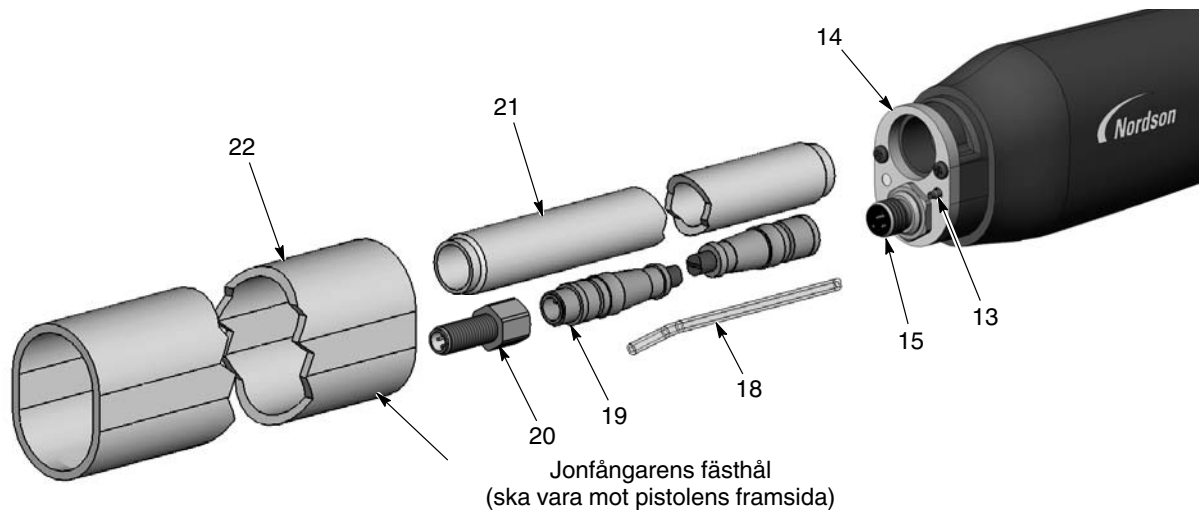
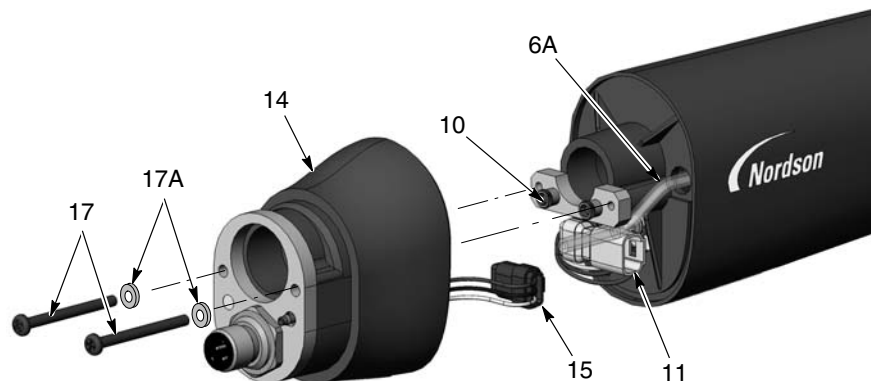
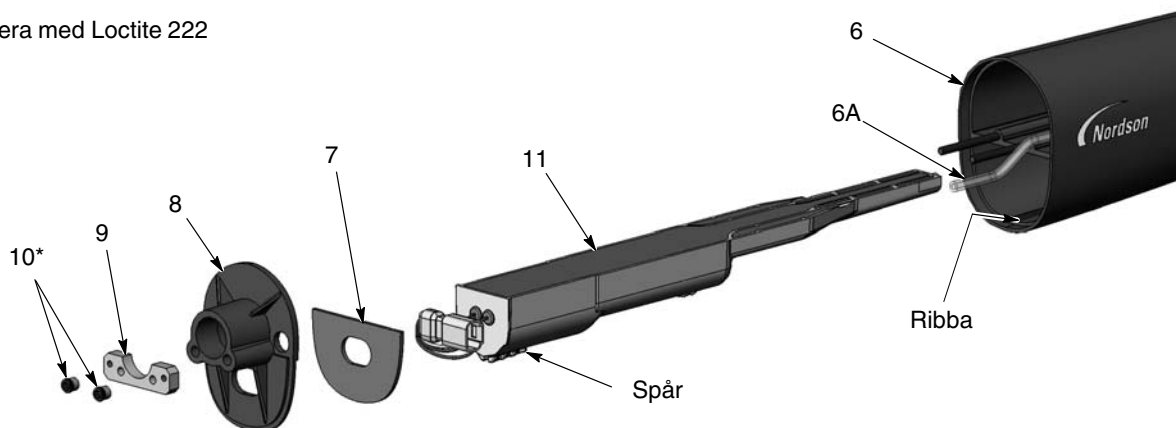

Bild 7-8 Demontering av rörmonterad pistol 2 av 5
Bild 7-9 Demontering av rörmonterad pistol 3 av 5
Bild 7-10 Demontering av rörmonterad pistol 4 av 5
7. Se bild 7-8. Dra av montereröret (22) från pistolkroppens bakre del (14) och över klämröret (21).
9. Koppla loss förlängningskabeln (19) från kontakthållaren (15).
10. Koppla loss den transparenta 4 mm luftslangen (18) från den hullingförsedda kopplingen (13).
11. Om man byter ut förlängningskabeln, tag av kabelkontakten (20). Om inte, kan man låta dem vara anslutna.
12. Se bild 7-9. Ta av de två insexskruvarna (17) och låsbrickorna (17A) från pistolkroppens bakre del (14).
13. Dra försiktigt bort den bakre delen av pistolkroppen tillräckligt långt från mellanväggen (8) för att kunna koppla loss spänningsaggregatets kontaktdel (11) från kabelkontakten (15) och filterdelslangen (6A) från den hullingsförsedda kopplingen inne i den bakre delen av pistolkroppen.
14. Se bild 7-10. Med en $\frac{1}{8}$ -tums insexnyckel lossar man de två insexmuttrarna (10) och fästplattan (9) från mellanväggen (8). Ta därefter av mellanväggen från pistolkroppen (6) genom att dra spänningsaggregatets kontaktdel genom väggen.
1. Se bild 7-10. Sätt i spänningsaggregatet (11) i pistolkroppen (6) och kontrollera att pistolkroppens ribba passar in i spåret i spänningsaggregatet. Tryck in spänningsaggregatet ordentligt i pistolkroppen.
2. Drag spänningsaggregatets kontaktdel genom mellanväggen (8), sätt därefter mellanväggen på plats och skruva fast fästplattan på pistolkroppens klackar. Applicera Loctite 222 gänglåsningemedel på insexmuttrarna (10) och skruva på dem på klackarna. Dra åt muttrarna med momentet 0,45 N•m (64 inch-ounces) med en 1/8-tums insexnyckel.
3. Se bild 7-9. Anslut kontaktdelen (15) till spänningsaggregatets kontaktdel (11). Pressa in kontaktdelarna (11, 15) i pistolkroppens bakre del i det läge som visas.
4. Anslut filterdelsröret (6A) till den hullingförsedda anslutningen på den bakre delen av pistolkroppens insida. Dra in extra transparent luftslang i pistolkroppen, sätt därefter på den bakre delen av pistolkroppen på mellanväggen med skruvarna (17) och låsbrickorna (17A).
5. Se bild 7-8. Skruva på klämröret (21) i den bakre delen av kroppen (14).
6. Sätt på förlängningskabeln (19) på kontaktdelen i den bakre delen av kroppen.
7. Anslut den transparenta 4 mm slangen (18) till den hullingförsedda kopplingen på den bakre delen av kroppen.
8. Placera monteringsröret (22) med jonfångarens hål mot pistolens framsida.
9. Se bild 7-8. Anslut förlängningskabeln (19) till kontakten (20) i ändhylsan (23).
11. Sätt på ändhylsan på monterörret, och dra klämröret (21) och den transparenta 4 mm slangen (18) genom ändhylsan.
12. Fäst kabelkontakten (20) på ändhylsan med låsbrickan och muttern.
13. Skruva på klämmuttern (24) på klämröret och drag åt ordentligt.
14. Sätt på skarvnippeln (25) på den transparenta 4 mm slangen.